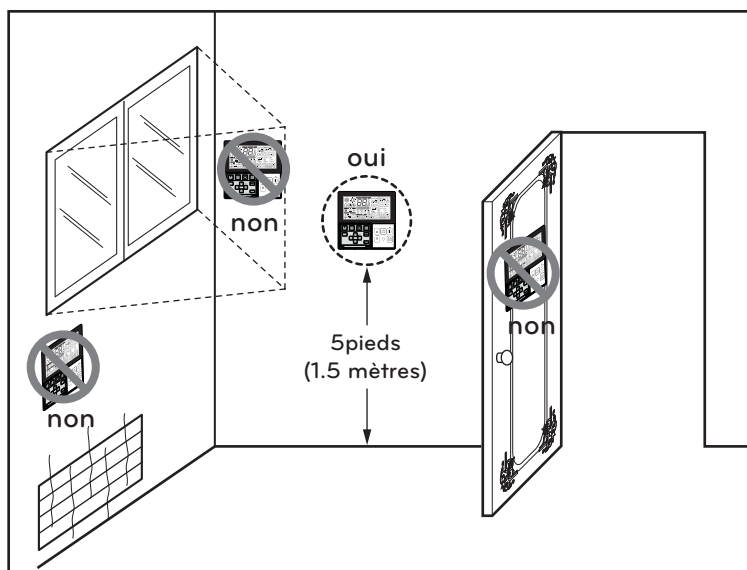

Fig.1 Emplacements typiques pour la télécommande
- Cette télécommande est équipée d'un écran à DEL à sept segments. Pour un affichage approprié de l'écran DEL de la télécommande, celle-ci devrait être installée correctement comme montré dans la Fig.1.
- Les unités dont la capacité est supérieure à 48 kB.T.U/h sont équipées de raccords sur quatre côtés. (Voir Figure 1)
<Figure 1>